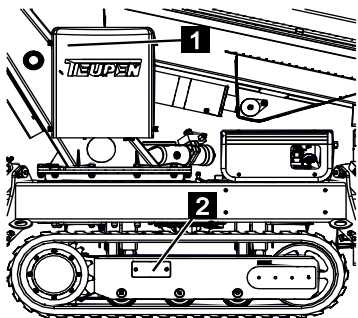

Fig. 168
10. Nettoyer l'accouplement coulissant de graissage et le replacer dans l'unité hydraulique (Fig.168/1).
11. Bien serrer la trappe d'entretien (Fig.168/2).